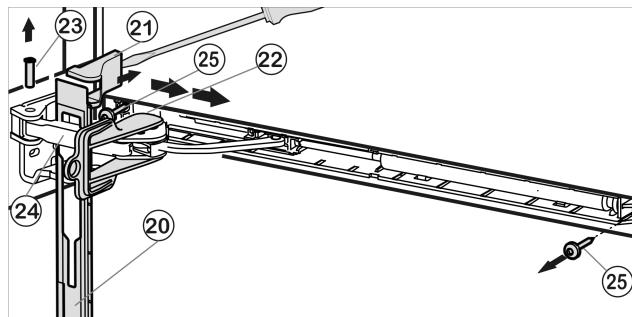

Fig. 10
- ▶ Pousser le panneau par-dessus l'étrier de l'amortisseur Fig. 10 (24) vers l'avant en direction de l'appareil.
- ▶ Encliquer le dispositif d'arrêt Fig. 10 (22) dans le trou longitudinal.
- ▶ Soulever le cache Fig. 10 (21) par le côté extérieur à l'aide du tournevis et l'enlever vers l'extérieur.
- ▶ Chasser le pivot Fig. 10 (23) par le bas.
- ▶ Pousser l'étrier de l'amortisseur Fig. 10 (24) direction porte.
- ▶ Ôter le panneau Fig. 10 (20).
- ▶ Dévisser l'ensemble de l'unité d'amortisseur de fermeture (2 Torx® 15) Fig. 10 (25).